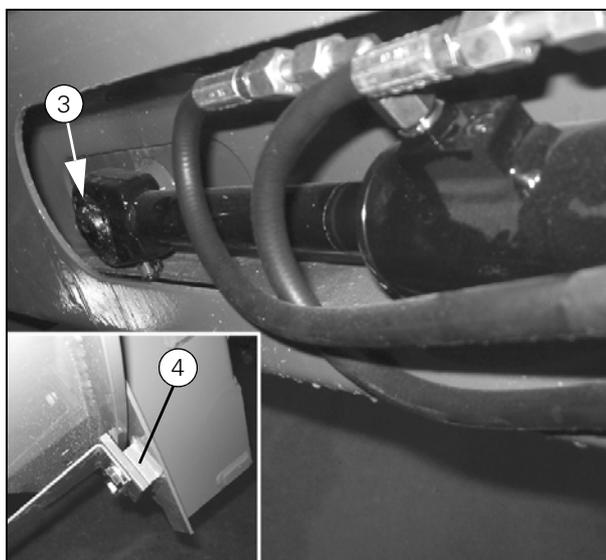

Рисунок 40
- При установке направляющей (4) (Рис. 40) используйте регулировочные прокладки. Соединительное устройство должно свободно вращаться, но без излишнего люфта.